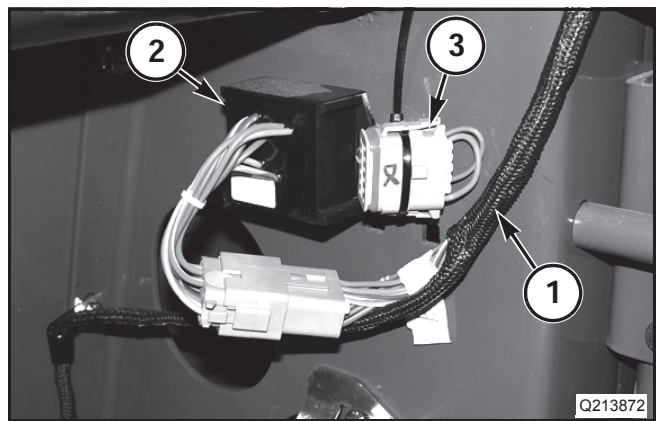

FIG. 27
FIG. 27: Para operar la plataforma utilizando los sensores del asta de arrastre, desconecte el mazo de conductores principal (1) del módulo de control de la plataforma (2). El módulo de control de la plataforma está localizado en el lado izquierdo de la interfaz de la plataforma. Conecte el mazo de conductores principal en el conector de puentes (3), localizado en el mazo de conductores principal.